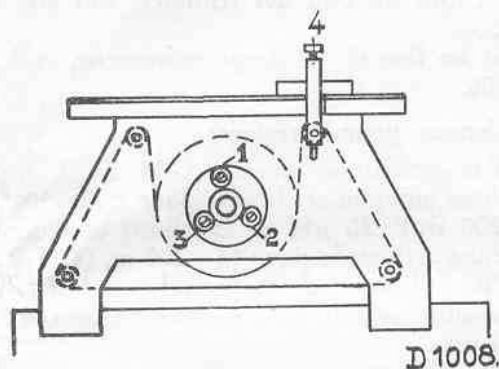

Fig. 4
2. Dévisser les vis de réglage servant à la fixation du disque sur l'axe du condensateur (fig. 4). Tourner le bouton de l'échelle jusqu'à ce que le repère de lecture soit sur 350 m., ensuite, revisser les vis de réglage.
4. Syntoniser sur 350 m., régler le repère de lecture avec la vis 4 (fig. 4) exactement sur 350 m. Ensuite, contrôler à nouveau 214 m. et 570 m.